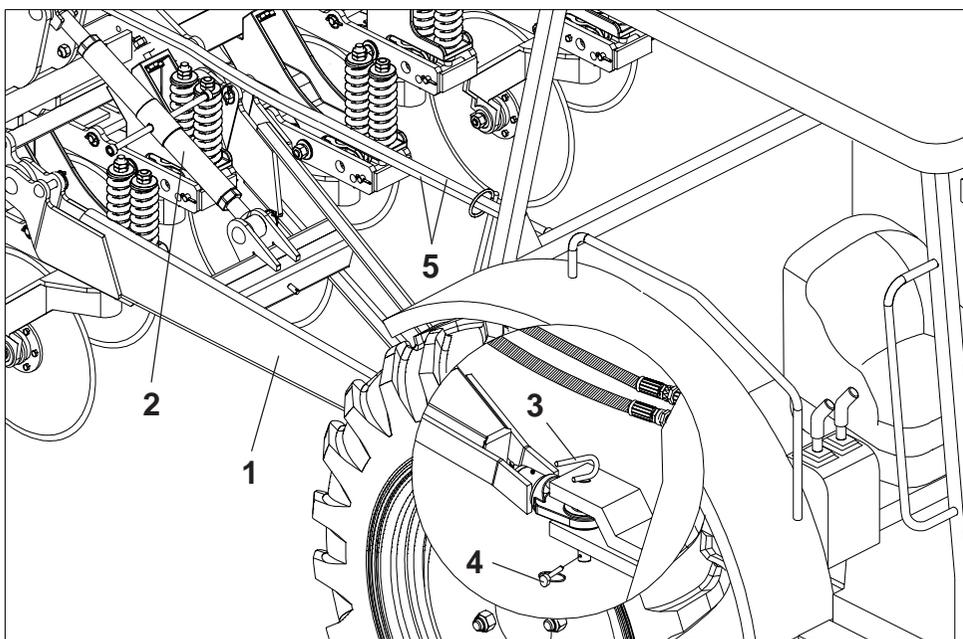

FIGURA 20
3 - Acople as mangueiras (5) no engate rápido do trator, **conforme mostra a figura 20.**